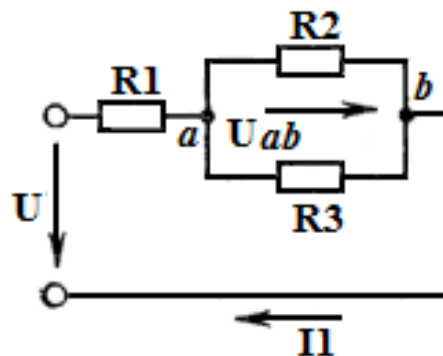

Рис. 1.35. Схема к заданию 4
**Задание 4.** Электрическая цепь имеет сопротивления  $R_1 = 18$  Ом,  $R_2 = 30$  Ом,  $R_3 = 20$  Ом. Определить токи ветвей, если напряжение  $U = 120$  В (рис. 1.35).